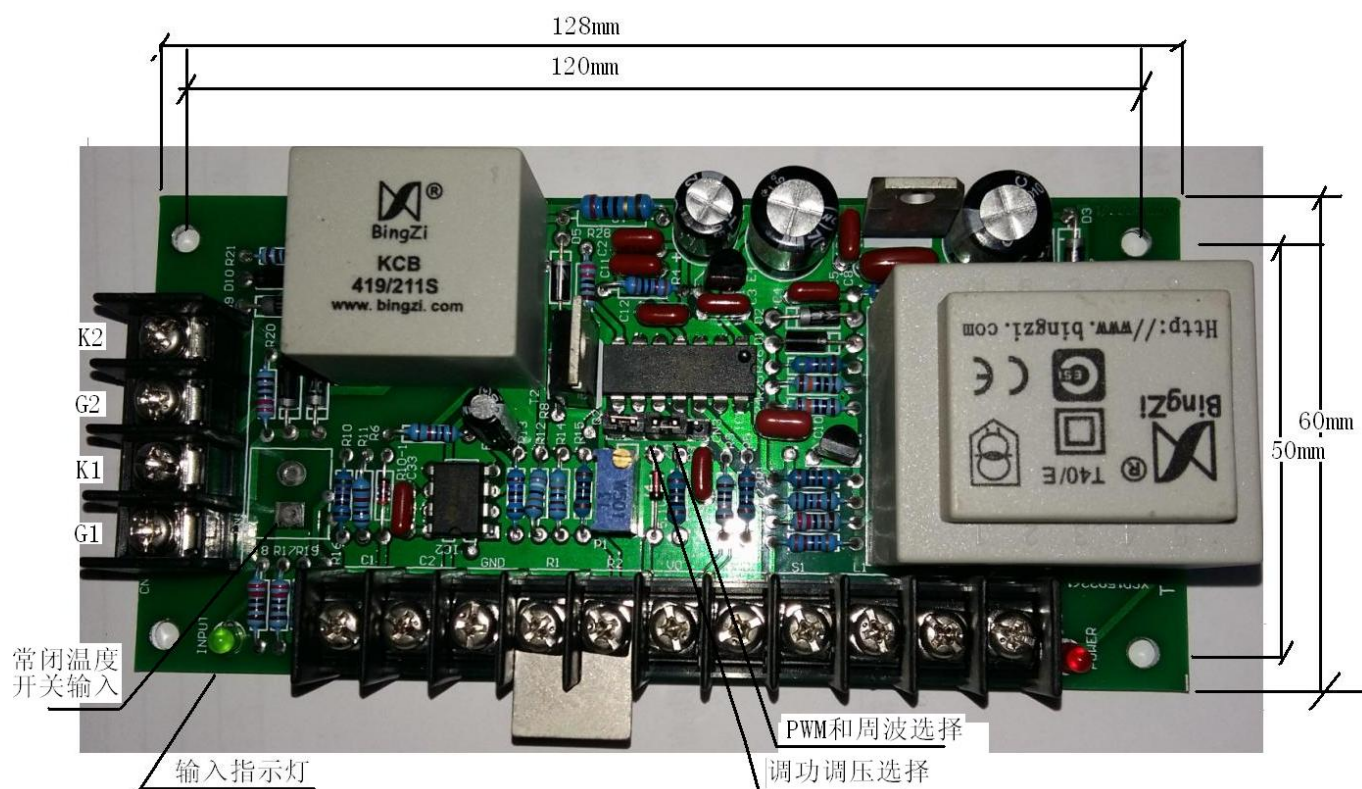

图 12
- 8.2.4. 调功与调压方式的转换参考图 5；两种调功方式的转换参考图 12 中 J1 跳线的设置。
3. 控制板中心处接点 CN3，从图 12 中观察：跳线位置处于这种状态